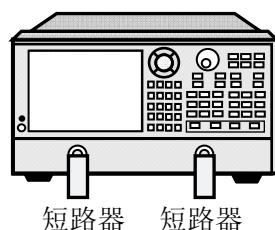

图 14-9 校准前反射跟踪测试框图
- a) 如图 14-9 所示连接系统，预热 60 分钟以上；